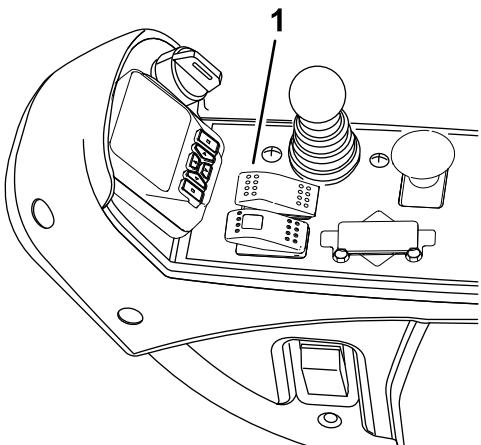
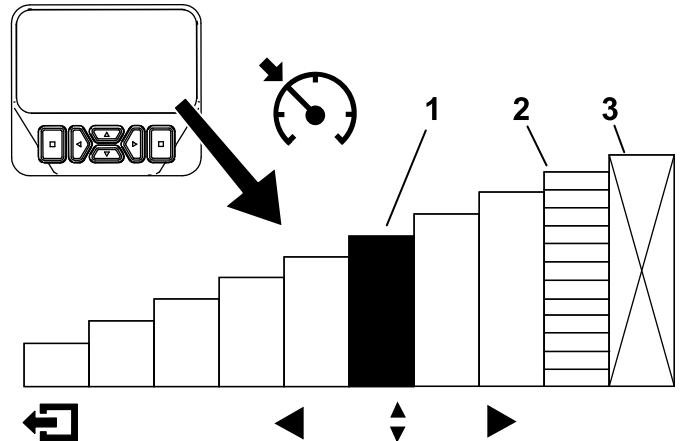

Figura 30
Figura 31
Después de activar el interruptor del control de crucero y establecer la velocidad (Figura 30), utilice
el InfoCenter para ajustar la velocidad del control de crucero (Figura 30 y Figura 31).
1. Active el interruptor del control de crucero en la consola (Figura 30).
2. Utilice la pantalla del InfoCenter para ajustar la velocidad del control de crucero (Figura 31).